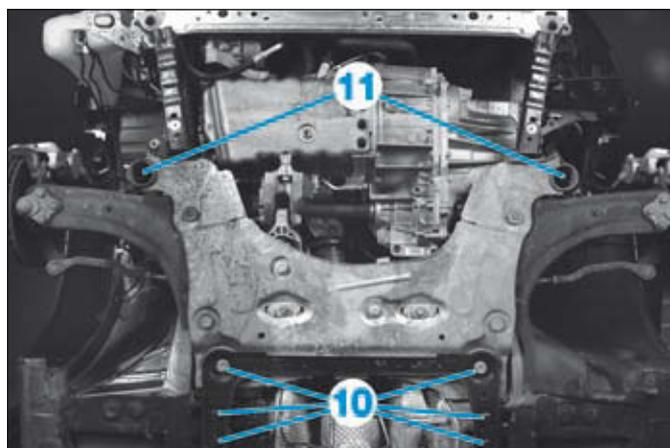

FIG.10
- les vis arrière du berceau (10) (Fig.10),
- Déposer les vis (11).